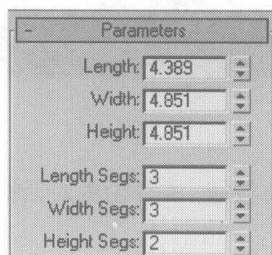
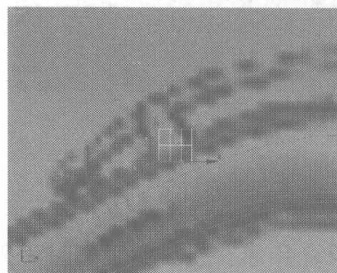

图 2.240
图 2.241
- 23** 接下来制作支撑高音连接装置的支架。在 创建面板的 区域，选择 **Standard Primitives** 类型，单击 **Box** 按钮，在视图中创建一个立方体模型，在 修改面板下的 **Parameters** 卷展栏中设置参数，如图 2.240 所示，模型显示如图 2.241 所示。单击右键，在弹出的快捷菜单中选择 **Editable Poly** 选项，将模型塌陷成可编辑多边形。